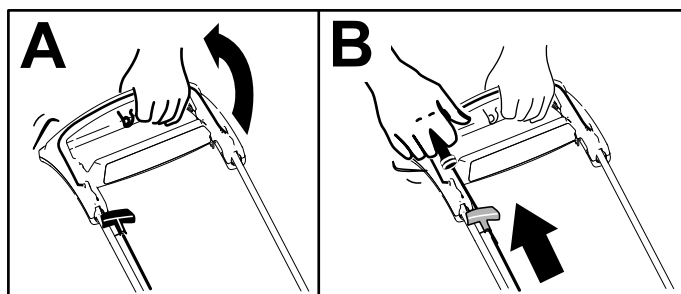

Figura 13
1. Ineii bara de comandă pentru lamă lângă mâner (A din Figura 13).
2. Trageți ușor de mânerul demarorului cu recul până când simțiți că opune rezistență, apoi trageți-l brusc și lăsați-l să se întoarcă încet la ghidajul de cablu de pe mâner (B din Figura 13).